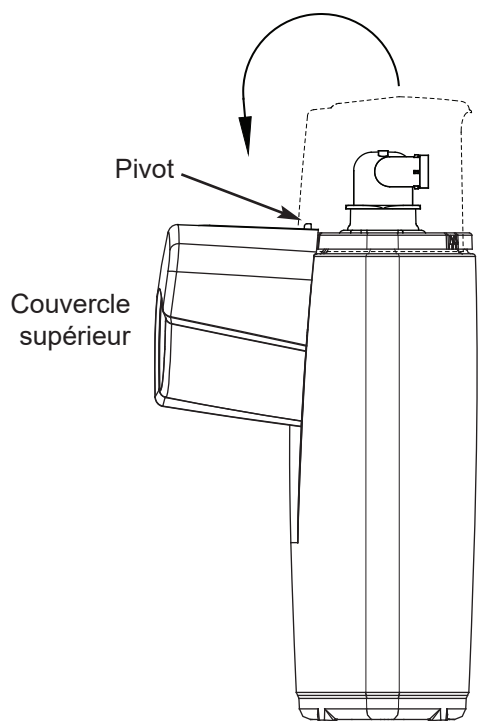

FIG. 6
- Détachez le couvercle supérieur de la rebord en tirant sur les deux coins au bas de l'ouverture arrière. Soulevez le couvercle supérieur et mettez-le de côté ou suspendez-le au pivot sur le rebord (voir la figure 6).